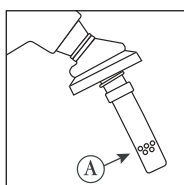

Figure 28
- ✓ Replace spout if tip is worn. Do not cut off spout tip. This will lead to nuisance shut offs, or non-shut off, which could lead to a hazardous spill and/or injury or death. (See item A in Figure 28)
- ✓ Reemplace el tubo de descarga si la punta está gastada. No la corte. Esto podría provocar cierres molestos, o problemas en el cierre, y provocar derrames peligrosos y lesiones o incluso la muerte. (Vea el punto A en la ilustración 28)
(Ilustración 28)